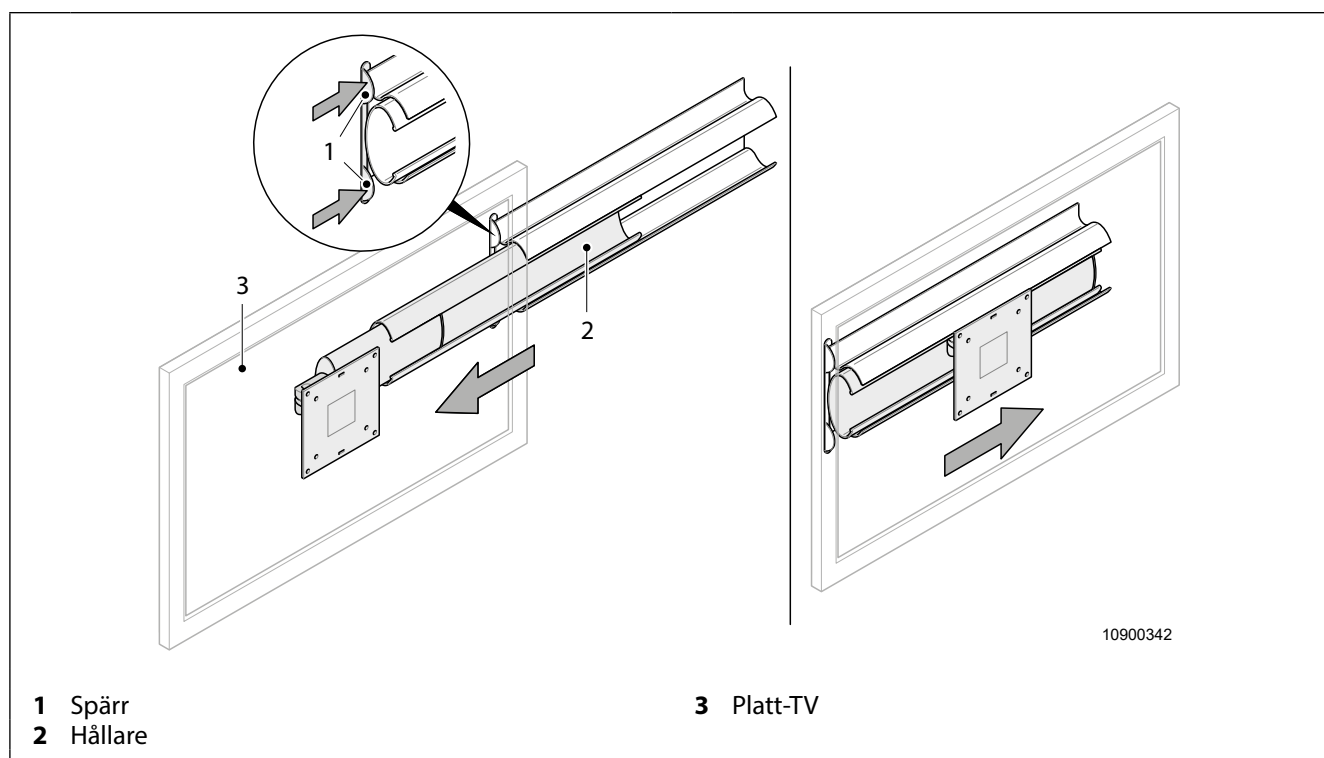

Fig. 25 Skjutbar platt-TV
1. Tryck in spärren (Fig. 25, pos. 1) och håll den intryckt.
2. Dra ut TV:n (Fig. 25, pos. 3) så långt det går.
1. Skjut tillbaka TV:n (Fig. 25, pos. 3) så långt det går tills den hörbart hakar i spärren.